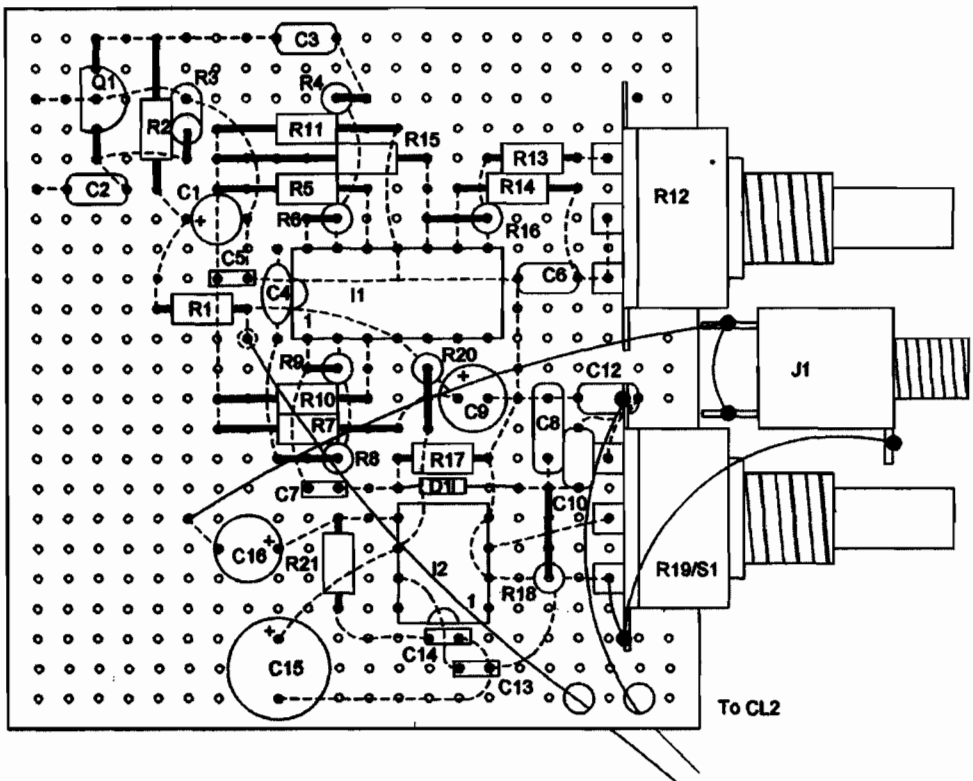

Рис. 26.3. Макетная плата в сборе
2. Вставьте компоненты, начиная с левой стороны макетной платы с перфорацией, следуя плану, показанному на рис. 26.3, для подключения платы к другим секциям конструкций и используя 2 отверстия справа внизу в качестве ориентиров. Плата имеет размеры 5,72×5,72×0,25 см. Вместо нее можно использовать плату с печатной разводкой проводников РСВ, которую также можно приобрести через сайт [www.amasing1.com](http://www.amasing1.com).